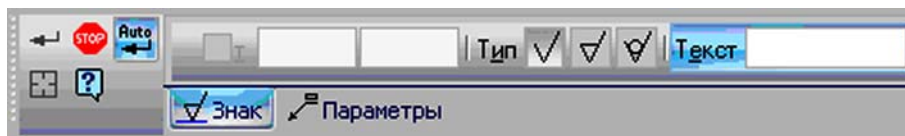

Рис. 2.24. Панель свойств: Шероховатость
- на компактной панели инструментов щёлкаем по кнопке  *Обозначения*, затем в открывшемся списке операций щёлкаем по кнопке  *Шероховатость*. В результате этого появится *Панель свойств: Шероховатость* (рис. 2.24);